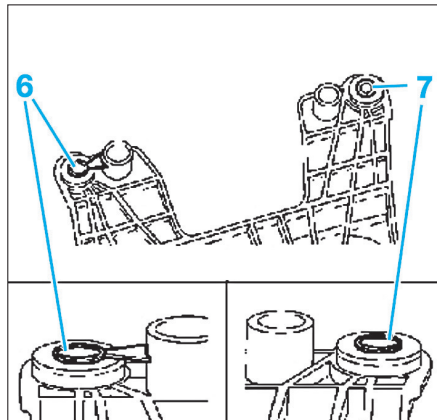

Fig. 8
- placer la douille de guidage avec languette (6) à gauche, à l'avant sur le boîtier sélecteur de vitesses (Fig.8),